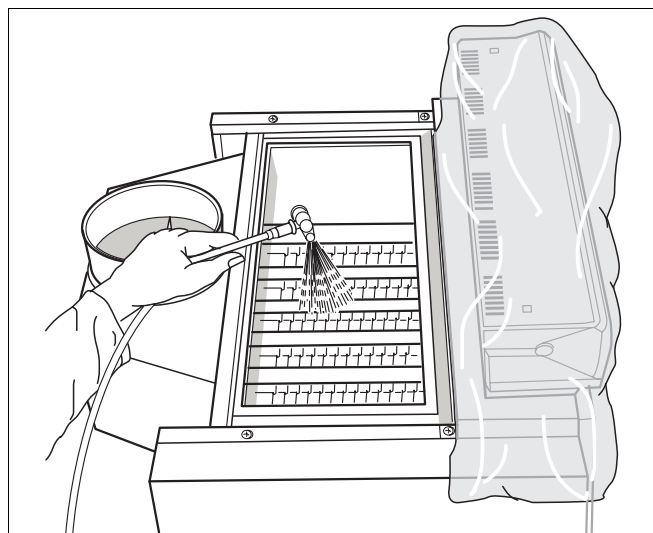

Рис. 42 Чистка распылителем
- Равномерно распылите чистящее средство в газоотводящих каналах (рис. 42).